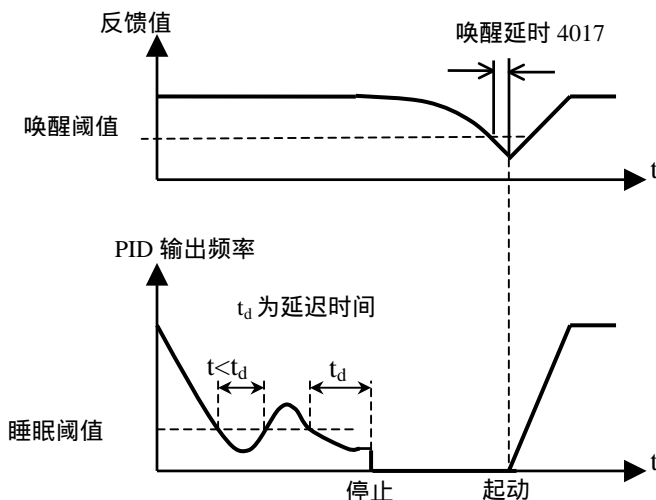

图 9-20 睡眠功能示意图
- ☞ 定义睡眠功能的延迟时间，见图 9-20。如果 TVF1000 的输出频率持续低于参数“4014PID 睡眠阈值”的时间大于 PID 睡眠延迟时间，则 TVF1000 将停止输出。
- 当 TVF1000 输出频率值降到该项定义的阈值时，睡眠延迟时间开始计时；当 TVF1000 输出频率值上升到大于该项定义的阈值或已进入睡眠状态时，睡眠延迟时间复位为 0。见图 9-20。
- 终止睡眠功能的反馈值低限。该参数设定一个睡眠功能的反馈值低限，见图 9-20。当反馈值降到此低限值时，睡眠被唤醒。该值随给定大小的变化而变化。
- 定义唤醒功能的延迟时间，见图 9-20。如果 TVF1000 的反馈值持续低于参数“4015PID 唤醒阈值”的时间大于 PID 唤醒延迟时间，则 TVF1000 被唤醒重新启动。